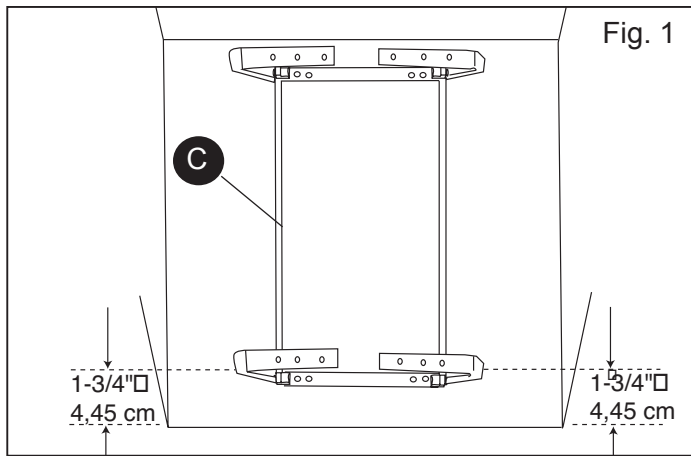
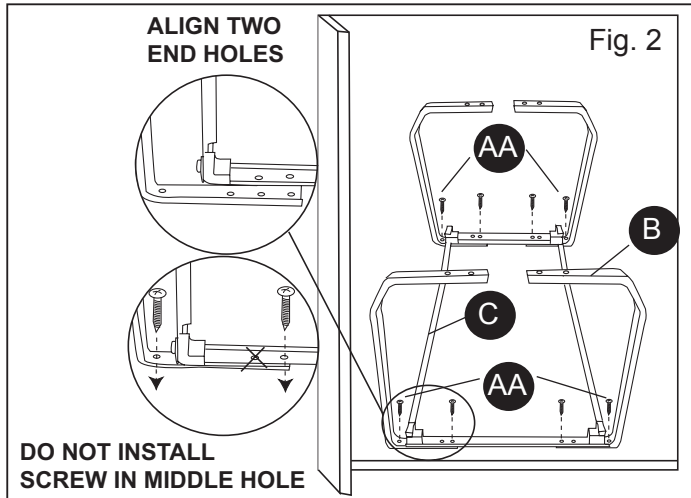

Fig. 1
Fig. 2
1. Position one frame (C) inside cabinet, setting frame (C) back 1-3/4 in. from front edge of cabinet as shown in Fig. 1. Be sure frame (C) is straight to ensure smooth operation of basket. Place a bracket (B) under each corner of frame as shown. Align **two END HOLES** in bracket (B) with holes in frame (C). Use supplied wood screws (AA) to secure bracket/frame (B/C) to cabinet as shown in Fig. 2. (Note: Use only end holes; do not install a screw [AA] into middle hole.)
Insérez le cadre (C) à l'intérieur de l'armoire et placez-le à 4,45 cm (1 3/4 po) du rebord avant de l'armoire tel qu'il est illustré à la figure 1. Assurez-vous que le cadre (C) est droit afin que le panier puisse glisser correctement. Placez un support (B) sous chaque coin du cadre tel qu'il est illustré. Alignez les **deux trous situés aux EXTRÉMITÉS** du support (B) sur les trous situés sur le cadre (C). Utilisez les vis à bois qui vous sont fournies (AA) afin de fixer solidement le support et le cadre (B/C) à l'armoire tel qu'il est illustré à la figure 2. (Remarque : Utilisez uniquement les trous situés aux extrémités; ne vissez pas une vis [AA] dans le trou du milieu.)
Coloque un armazón (C) dentro del gabinete, teniendo cuidado de colocarlo a una distancia de 4,4 cm detrás del extremo frontal del gabinete, como se muestra en la fig. 1. Asegúrese que el armazón (C) esté recto para garantizar que la cesta funcione bien. Coloque un soporte (B) debajo de cada esquina del armazón como se muestra. Alinee **dos orificios FINALES** del soporte (B) con los orificios en el armazón (C). Use los tornillos para madera suministrados (AA) para ajustar el soporte y el armazón (B/C) al gabinete, como se muestra en la fig. 2. (Nota: use sólo los orificios finales; no coloque tornillos [AA] en los orificios del medio.)